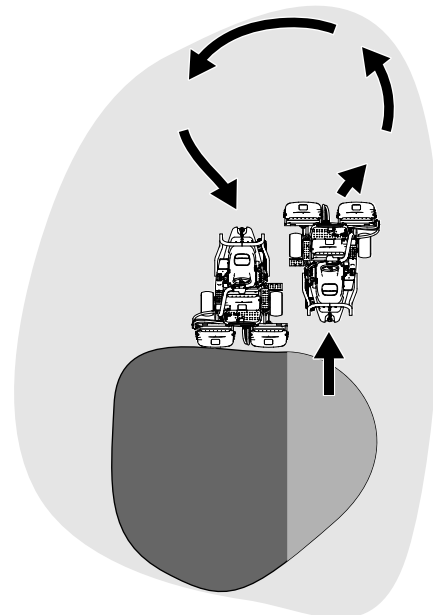

Figura 26
6. Para ganar tiempo y facilitar la alineación correcta para la pasada siguiente, gire la máquina momentáneamente en la dirección opuesta, y luego gire hacia la parte que todavía no está cortada. Este movimiento es un giro en forma de lágrima (Figura 26), que permite alinear la máquina rápidamente para la pasada siguiente.